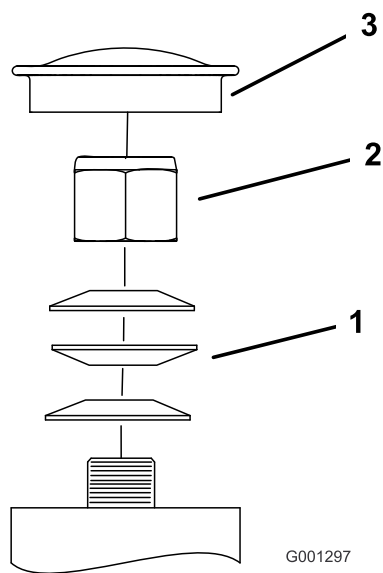

Figure 76
3. Retirez le couvre-moyeu de la roue pivotante et serrez le contre-écrou (Figure 76).
4. Continuez de serrer le contre-écrou jusqu'à ce que les rondelles élastiques soient aplaties, puis desserrez-le d'un quart de tour pour obtenir la précharge correcte des roulements (Figure 76).
Important: Veillez à placer les rondelles élastiques comme montré à la Figure 76.
5. Reposez le couvre-moyeu (Figure 76).